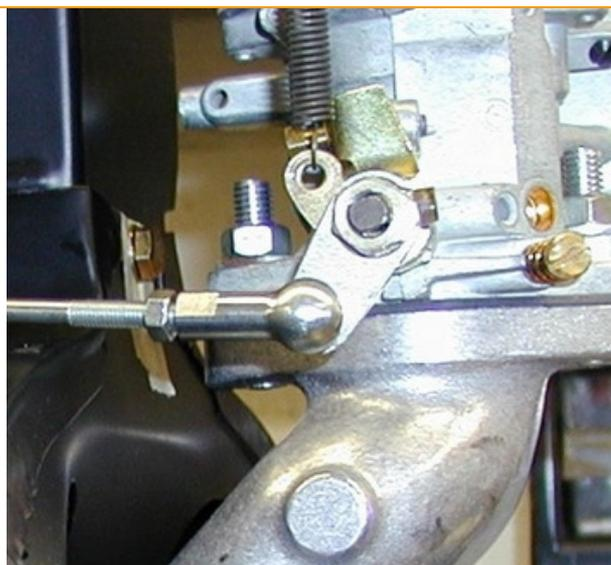

Fig.4
the way shown (Facing 45° down-and inwards) (Fig.4).
- Befestigen Sie den CSP-Drosselklappenhebel auf der rechten Seite (in Fahrtrichtung), so dass sie in einem Winkel von 45° nach unten und zur Motormitte zeigen (Fig. 4).